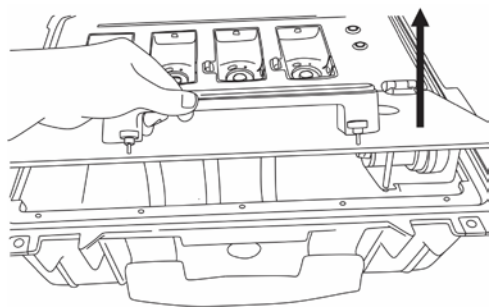

Fig.3
- b) Levantar la tapa para acceder al compartimiento del cilindro (Fig. 3 y 4).